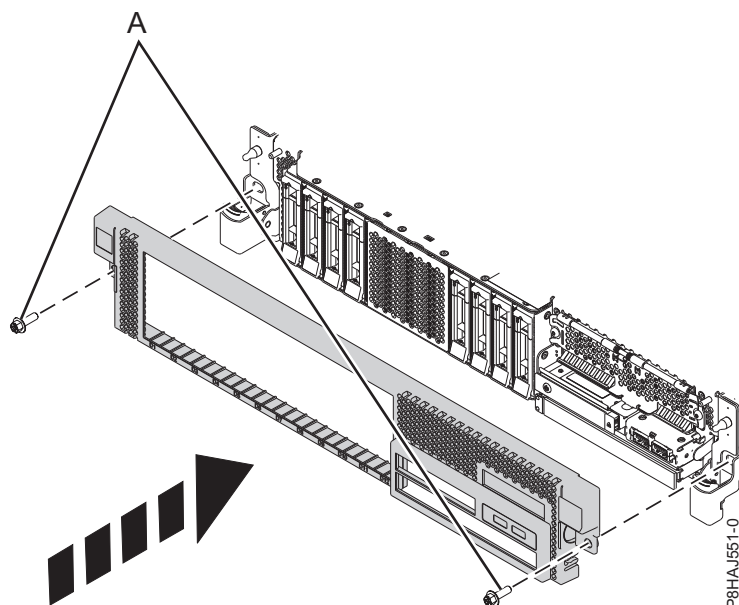

Figura 31. Instalando a Tampa Frontal
3. Feche as travas de liberação, empurrando na direção mostrada na Figura 31 na página 47. A tampa se encaixa no lugar e possui uma indentação pela qual é possível segurá-la mais facilmente.
4. Substitua os parafusos de remessa (A).